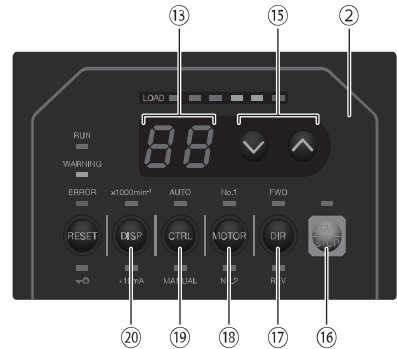

图20
15-2 选择控制模式 (MANUAL/AUTO)。(选择图20的控制切换按钮 (CTRL) ⑱。)
- (1) 使用控制切换按钮 (CTRL) ⑱，您可以切换启动/停止马达的操作模式、设置旋转方向、马达转速等。
- (1) 设定马达旋转方向
设定马达旋转方向 (设定图20的旋转方向按钮 (DIR) ⑰。)
- (2) 马达选择
选择希望控制的马达。(图20的马达主轴选择 (MOTOR) 按钮 ⑱。) 选择No. 1马达主轴时, No. 1 LED 将亮灯。选择No. 2马达主轴时, No. 2 LED 将亮灯。
- (3) 马达启动/停止 (通过按下图20的启动/停止按钮 (START / STOP) ⑰ 马达启动/停止。)
- (4) 设定马达转速
设定马达转速 (设定图20的马达转速调节按钮 (SPEED ↓, ↑) ⑮。)